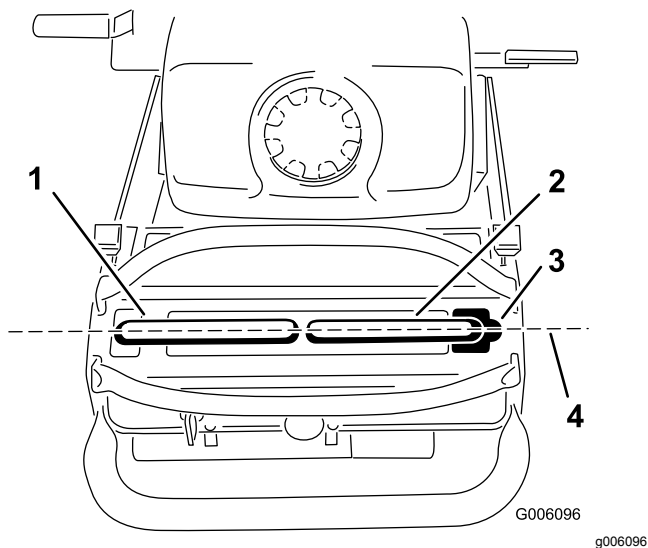

Рисунок 44
Внимание: Убедитесь, что после регулировки рычагов управления движением газонокосилка не отклоняется от заданного направления движения. После регулировки прямолинейности движения рычаги управления движением могут оказаться не выровненными точно в продольном направлении (Рисунок 44).
1. Выровняв рычаги по горизонтали, проверьте выравнивание в продольном направлении (Рисунок 44).